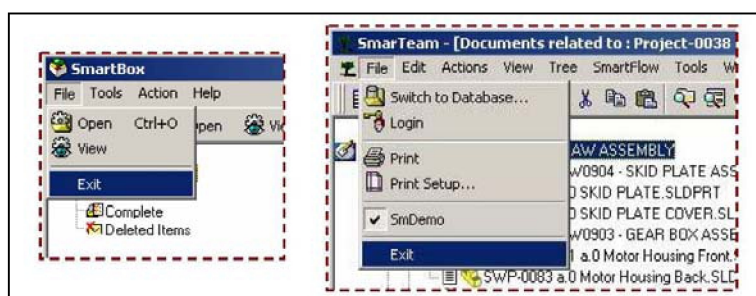

Рис.97
- Для выхода из SMARTTEAM-Editor и SmartBox выполните команду File > Exit (рис. 97).